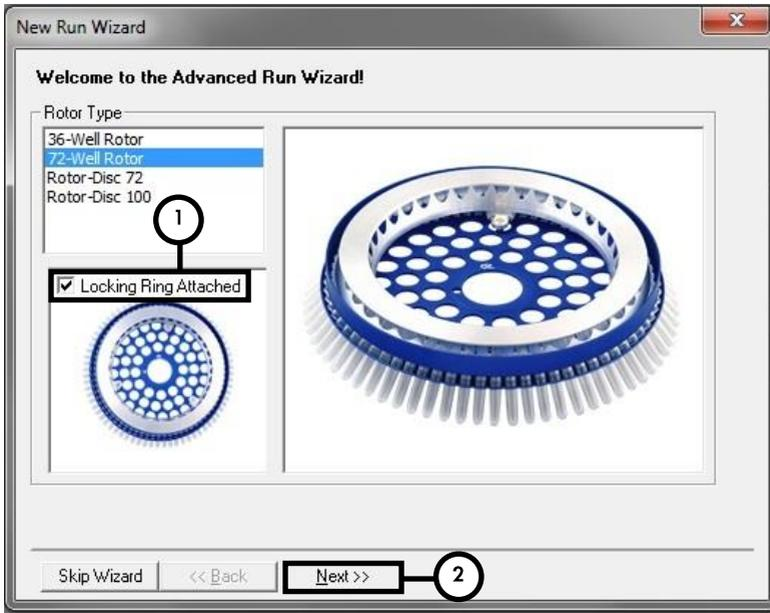

Figure 2. Boîte de dialogue New Run Wizard.
7. Dans la boîte de dialogue **New Run Wizard** suivante (figure 2), cochez la case **Locking Ring Attached** (Anneau de blocage fixé) et cliquez sur **Next**.